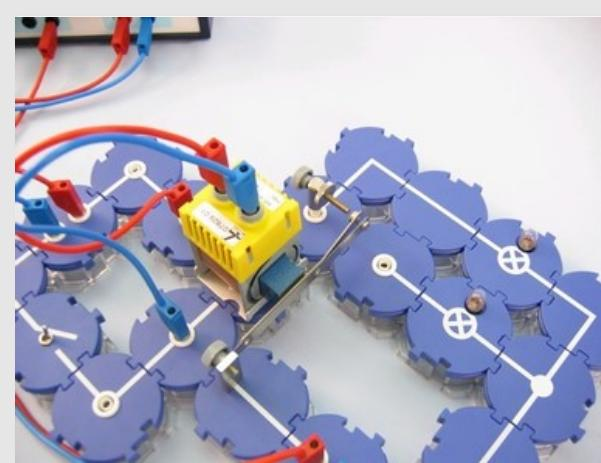

Abb. 4
- Stecke das Kontaktbauteil in den Anschlussbaustein 2 und spanne dann die Kontaktfeder so in den Universalhalter ein, dass der Anker zum Kontaktbauteil zeigt. Stelle danach mit der Schraube am Kontaktbauteil guten Kontakt her (vgl. Abb. 4).